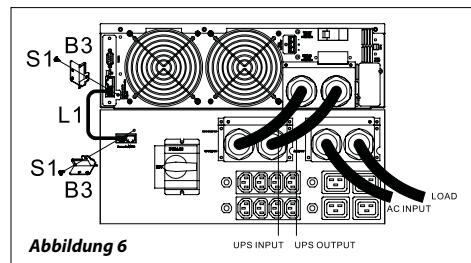

Abbildung 6
- Nach dem Anschluss der Stromkabel an den MTBS-Bypass, schließen Sie die UPS wie folgt an. Siehe Abbildung 6